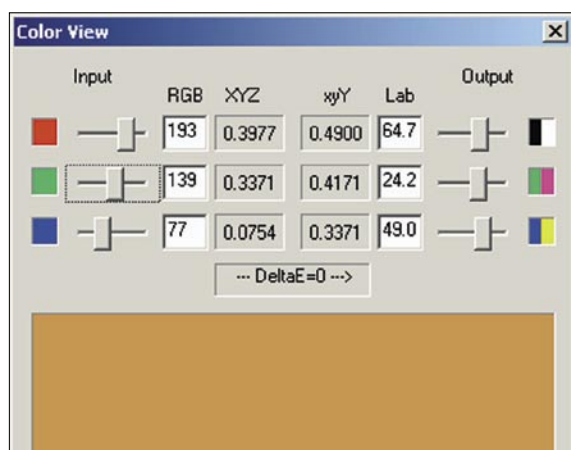

Figure 6. Le profil I.C.C. d'un écran permet de connaître la couleur produite pour toute valeur RVB
- De connaître la couleur XYZ produite par toute valeur RVB adressée à cet écran, ce qui est nécessaire si on veut imprimer les couleurs vue sur l'écran (Figure 6),